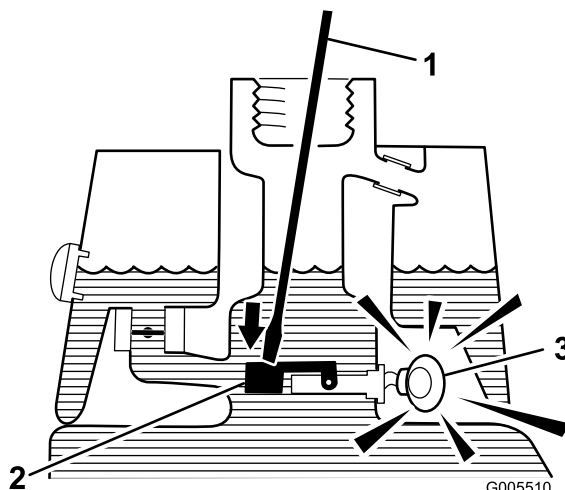

Figura 27
3. Inserite nel collo del serbatoio un'asta o un cacciavite puliti, e premete con cautela l'interruttore galleggiante (Figura 27). Dopo un secondo dovrebbe scattare l'allarme.